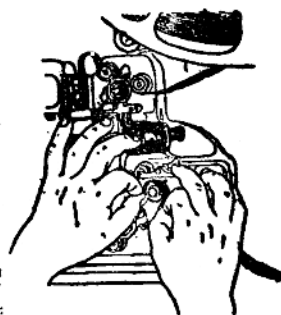

图1-18 影片裝經音鼓
④在片門下方再造成一緩冲弯，其长度約10个画幅（下緩冲弯过大或过小，均会使声音与画幅的动作不一致）。然后抬起压片滑輪，把影片繞經导片滑輪，装在压片滑輪与音鼓之間，如图1.18。